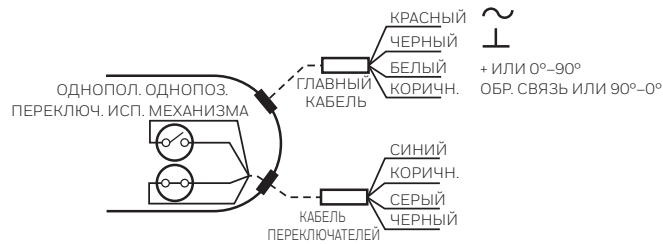

Рис. 11. Сведения о прокладке кабеля.
Некоторые модели оснащены вспомогательными переключателями. Дополнительные сведения о проводке см. на рис. 11.
2. Подключите питание к проводу питания и общему проводу. (См. рис. 11 и табл. 3.)
4. Подайте сигнал управления для перевода исполнительного механизма в полностью открытое или полностью закрытое положение. (См. рис. 11 и табл. 3.)
- a. (0)2-10 В пост. тока: подайте сигнал 10 В пост. тока на провод управления (БЕЛЫЙ).
- b. 10-(0)2 В пост. тока: подайте сигнал (0)2 В пост. тока на провод управления (БЕЛЫЙ).
- c. (0)4-20 мА: подайте сигнал 20 мА на провод управления (БЕЛЫЙ).
- d. 20-(0)4 мА: подайте сигнал (0)4 мА на провод управления (БЕЛЫЙ).
6. Подайте сигнал управления для перевода исполнительного механизма в положение 0 %. (См. рис. 11 и табл. 3.)
- a. (0)2-10 В пост. тока: подайте сигнал (0)2 В пост. тока на провод управления (БЕЛЫЙ).
- c. (0)4-20 мА: подайте сигнал (0)4 мА на провод управления (БЕЛЫЙ).